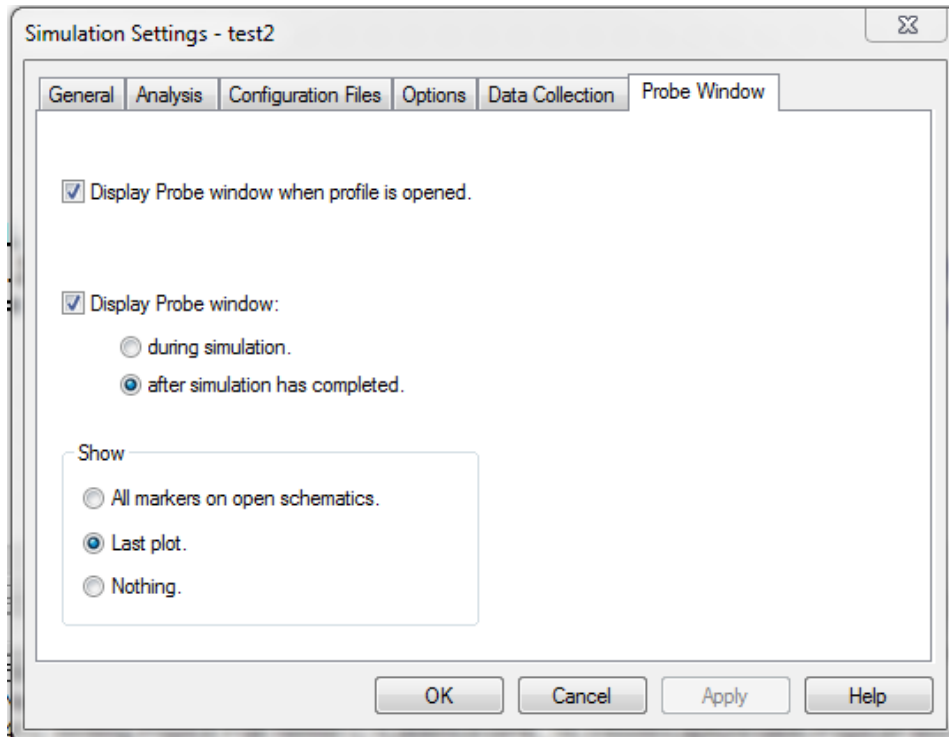

Рисунок 6.13 – Закладка *Probe Window*
17. Виберіть в меню *Edit Simulation Profile* (Коректувати профіль симуляції)  і в закладці *Probe Window*, в підменю *Show* (Показувати), поставити відмітку *Last plot...* (останні діаграми після моделювання), приклад показано на рис. 6.13.